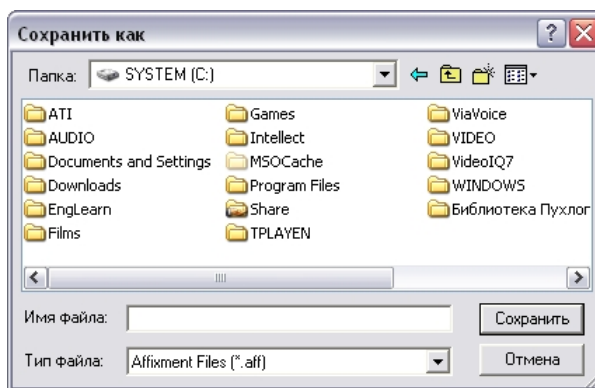

Рис. 74. Окно сохранения файла настроек разметки дороги
Необходимо указать место сохранения, ввести имя, под которым будет сохранен файл и нажать кнопку «Сохранить» (см. Рис. 74).
5. Нажать кнопку «Применить» (см. Рис. 74).